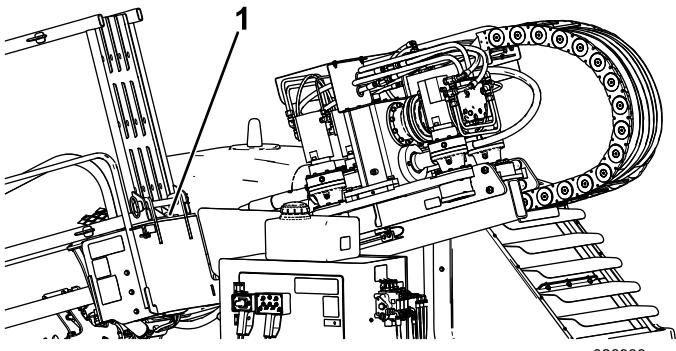

Figura 103
7. Guarde el bloqueo del cilindro detrás del portatubos (Figura 103).